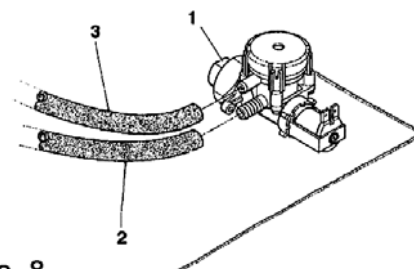

Рис. 8
Для соединения водопроводной системы со штуцером электромагнитного клапана (3/4" газ.) подвода воды следует использовать шланг, рассчитанный на давление в водопроводной системе и пригодный для применения в контакте с пищевыми продуктами (мин. внутренний диаметр 6 мм) (см. рис. 8).
Электромагнитный клапан подвода воды (см. рис. 8) оборудован устройством переполнения, механически прекращающим поступление воды в случае неисправности электромагнитного клапана или устройства контроля уровня воды в бойлере. Для восстановления нормального режима работы необходимо выполнить следующие операции:
- ослабить гайку, которая служит креплением шланга электромагнитного клапана, чтобы сбросить остаточное давление в водопроводной системе, и снова затянуть ее (см. рис. 8);